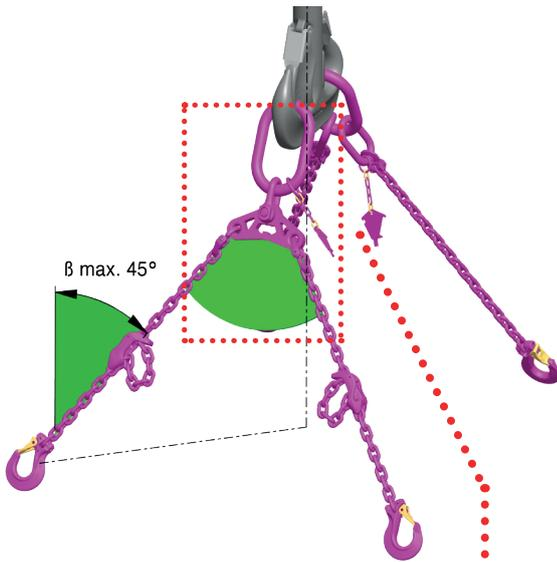
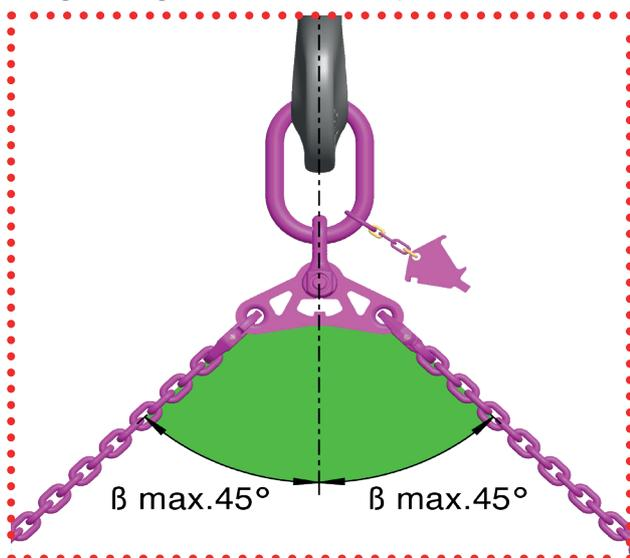

Fig. 21: Angle d'inclinaison max.  $\beta = 45^\circ$
Fig. 22: Vue détaillée de la Fig. 21
- Veillez à ce que l'angle d'inclinaison  $\beta$  ne soit pas supérieur à  $45^\circ$  (voir Fig. 21 et Fig. 22).